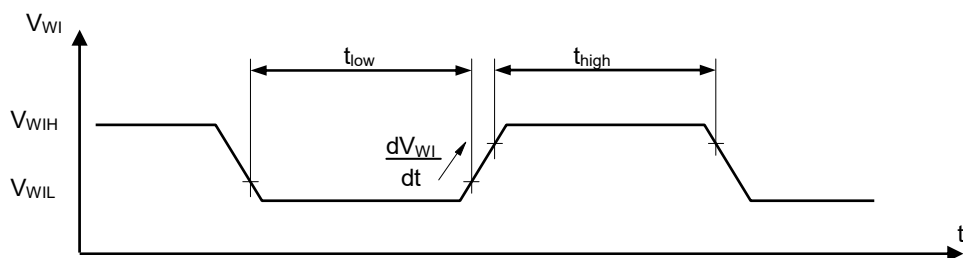

图4
- *2. 将满足图4的条件的上升边缘输入到WI端子时，看门狗定时器检测出触发。
从看门狗定时器的监视对象输入的信号应满足图4的条件。